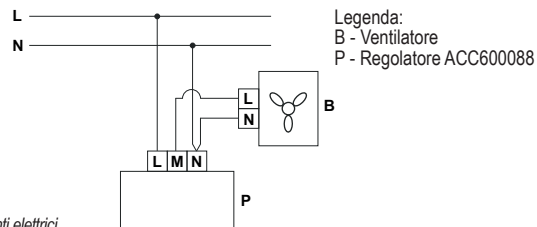

Fig. 3 Schema dei collegamenti elettrici.
- smontare la manopola (1);
- svitare il dado (2) e rimuovere il frontalino (3);
- svitare le viti di fissaggio (4) che fissa il controllo alla scatola di derivazione, e staccare il regolatore (5);
- collegare i fili al blocchetto connettore fissato sulla scheda elettronica in accordo allo schema elettrico (vedi Fig. 3) e alle etichette sul connettore